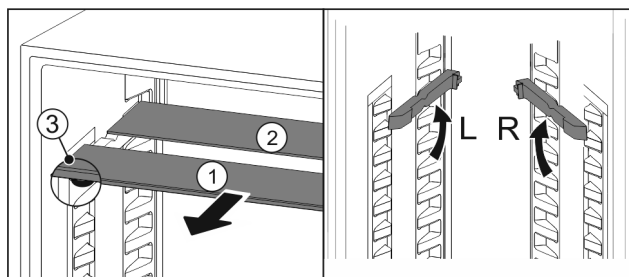

Fig. 145
- Skleněné desky jednotlivě vytáhněte dopředu Fig. 145 (1).
- Skleněná deska Fig. 145 (1) s ozdobnou lištou leží vpředu.
- Zářázky Fig. 145 (3) směřují dolů.